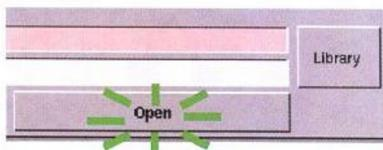

图 1-8
(5) 单击 Open 按钮 (位于文件浏览器的底部) 打开该文件, 如图 1-8 所示。